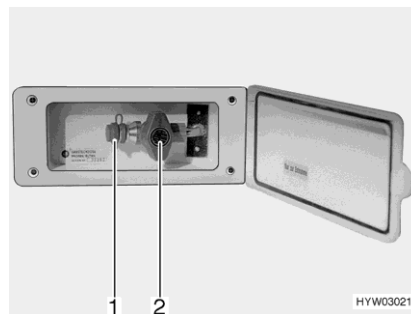

Fig. 128 Toma exterior de gas (válvula de paso de gas cerrada)
- Conectar el aparato de gas externo en el punto de conexión (Fig. 128,1).
- Abrir la válvula de paso de gas (Fig. 128,2).